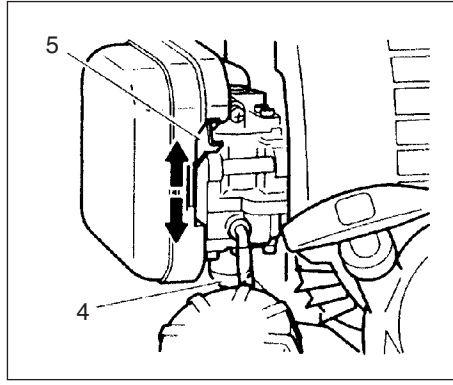

Fig. 2-3
*Apăsați de mai multe ori para (4) pentru injecția de carburant pentru pornire așa încât să curgă carburant prin pară sau prin conducta de retur. (dacă există în dotarea mașinii) (Fig. 2-3)
2. Cu butonul de siguranță (2) apăsat (dacă există în dotarea mașinii), trageți maneta de accelerație și apăsați pe butonul de blocare a accelerației (3), apoi eliberați lent mai întâi maneta de accelerație, apoi butonul de siguranță. Acest fapt va bloca accelerația în poziția de pornire.
3. Aduceți maneta clapetei de pornire (șocul) în poziția CLOSED (închis) (5). (Fig. 2-3)